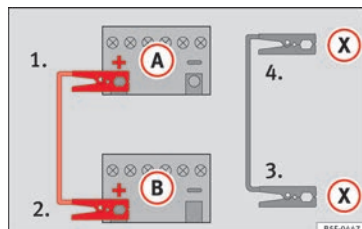

Fig. 71 Esquema de conexión para vehículos con sistema Start-Stop.
- *En los vehículos con sistema Start-Stop:* emborne un extremo del cable *negro* de emergencia (X) a un terminal de masa adecuado, a una pieza de metal maciza que vaya atornillada al bloque motor o al mismo bloque motor » fig. 71.
5. Emborne el otro extremo del cable *negro* de emergencia (X), en el vehículo con la batería descargada, a una pieza de metal maciza que vaya atornillada al bloque motor o al mismo bloque motor pero lo más alejado posible de la batería (A).